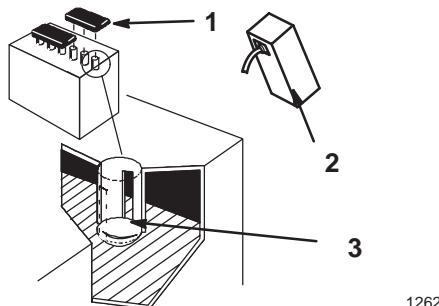

Bild 2
- Nehmen Sie die Verschlussdeckel von der Batterie ab. Gießen Sie langsam Batteriesäure in jede Batteriezelle, bis der Säurestand das untere Teil des Rohrs erreicht (Bild 2).
- Gießen Sie langsam Batteriesäure in jede Batteriezelle, bis der Säurestand die obere Linie am Batteriekasten (Bild 2) erreicht und drehen Sie die Verschlussdeckel auf.